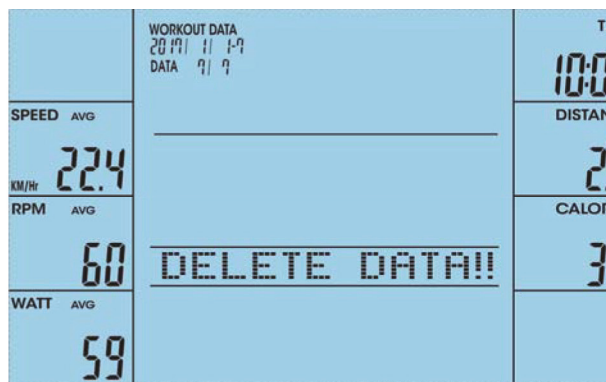

Fig. 58
2. Seleccione los datos y pulse SAVE/DELETE. Confirme la eliminación de los datos con ENTER (fig. 58).